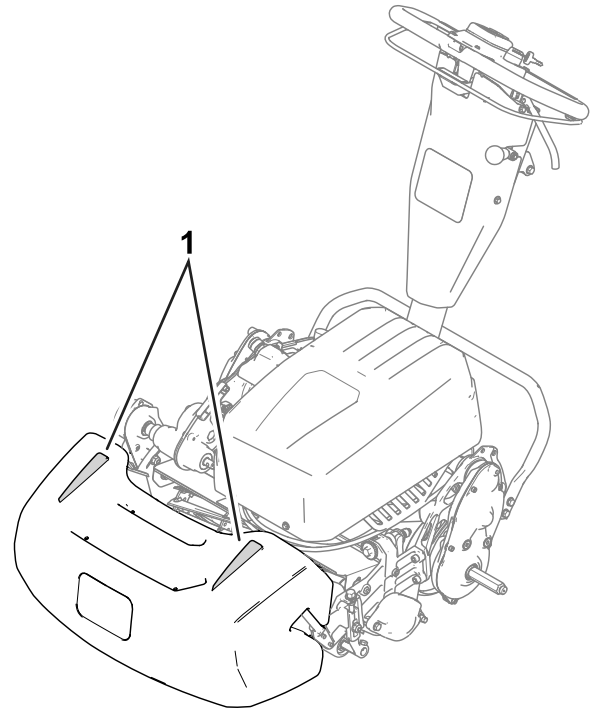

Figura 29
- Pentru a ajuta la menținerea unei linii drepte peste zona de verdea și pentru a menține mâna la o distanță egală de marginea tăieturii anterioare, utilizați dungile de aliniere de pe co (Figura 29).